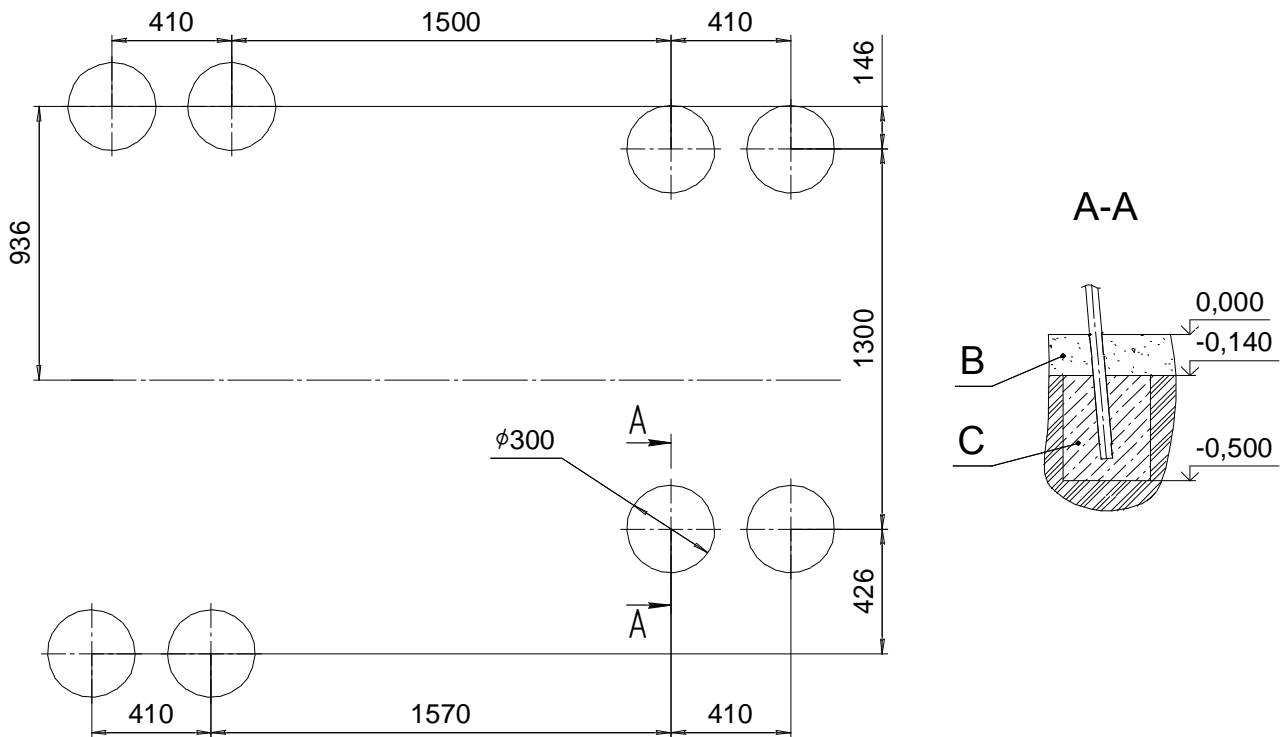

Рис.5
10.3.8 Установить КОМПЛЕКС в подготовленные ямы. Проверить горизонтальность установки комплекса, используя строительный уровень. Забетонировать (бетон В15; $V=0,2 \text{ м}^3$) согласно схеме (Рис.5);